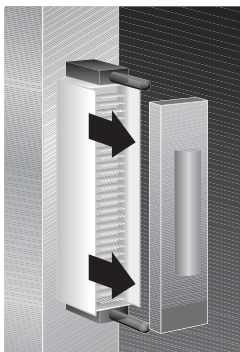

Figura 1. Remoción del la cubierta de la clavija
1. Retire la cubierta de la clavija del conector de clavijas en la parte trasera del módulo de transferencia, como se muestra en la Figura 1, Remoción del la cubierta de la clavija.